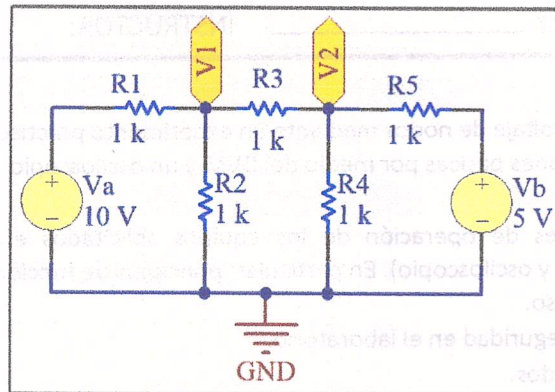

Figura 1. Primer circuito a montar práctica No. 3
1. Como ejercicio antes de la práctica, realice el cálculo de los voltajes de los nodos 1 y 2 de la Figura 1 por medio del método de voltaje de nodos.